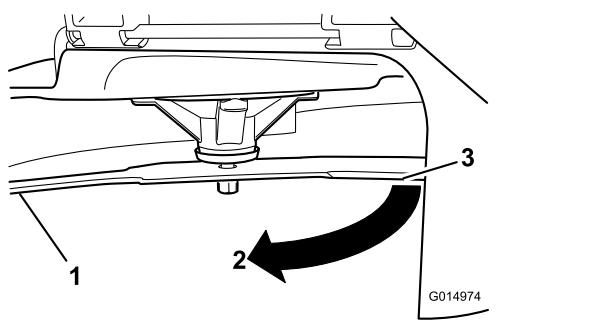

Figura 91
3. Distancia medida entre la cuchilla y la superficie (A)
4. Gire la misma cuchilla 180 grados de manera que el otro extremo esté en la misma posición (Figura 91).